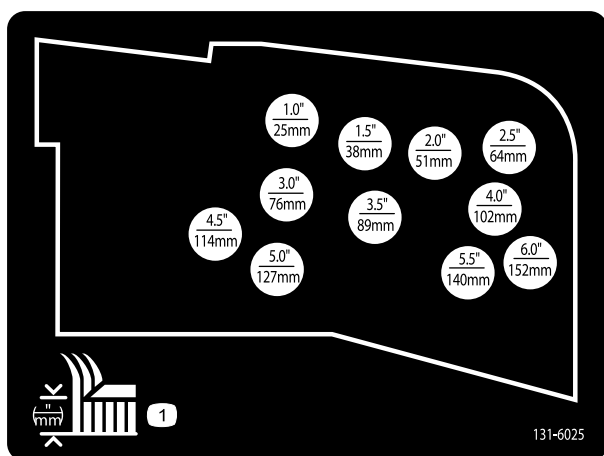

Рисунок 24
9. Закрепите цепи для изменения высоты скашивания в требуемом отверстии с помощью шплинтуемого штифта и игольчатого шплинта (Рисунок 24).